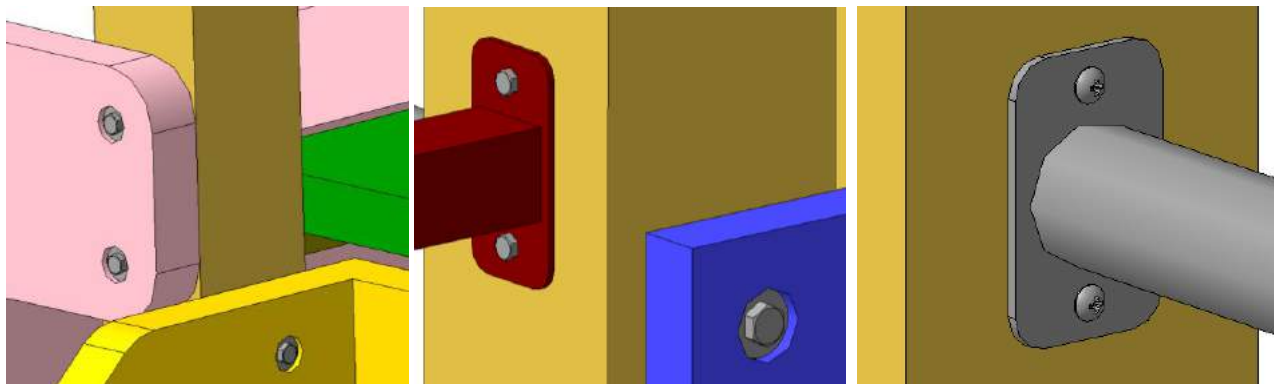

Рисунок 3. Виды соединений элементов комплекса
3. Уделить особое внимание правильному креплению элементов к стойкам, при помощи крепежных деталей. Для моделирования соединений использовать встроенные в программу библиотеки стандартных деталей (рисунок 3).